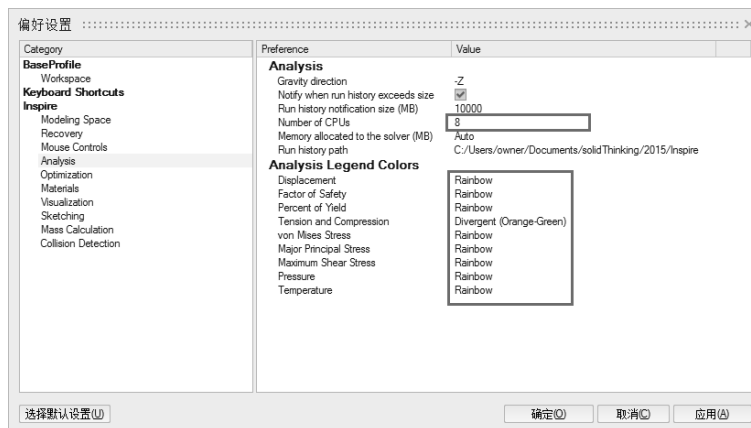

图 1-5
3) 修改设置：选择 Analysis→Number of CPUs 选项，可以提高计算速度。选择 Analysis→Analysis Legend Colors→Rainbow 选项，可以提高分析结果可视化程度，如图 1-5 所示。